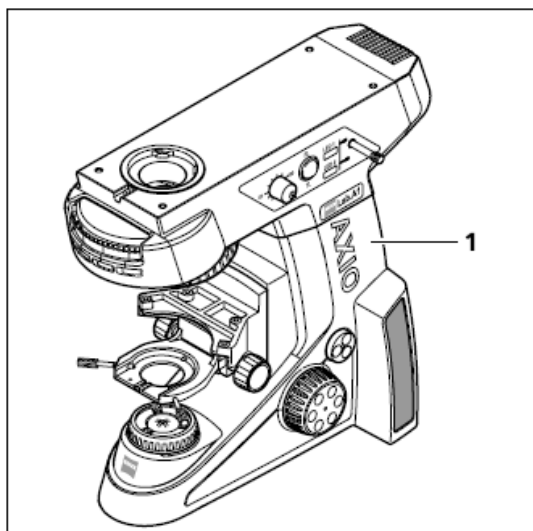

图. 3-1 安装显微镜
- I 在一个没有震动,水平的坚固的无易燃物的台面上摆好显微镜主机(图 3-1/1)